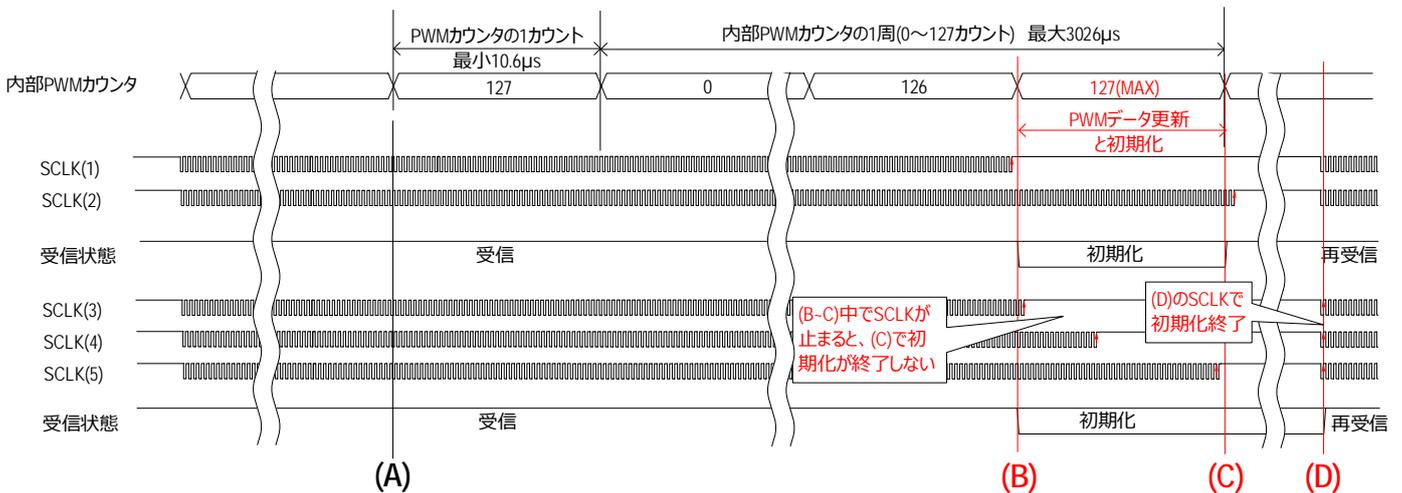

図 4.17 SCLK と PWM カウンタ、PWM カウンタ 127 のタイミングが時間的に遅い例 (2線)
エラッタの発生は、PWMカウンタのタイミングに影響を受けます。図 4-16 および図 4-17 に、エラッタが発生しないタイミング(SCLK(1) - (2)の場合)、エラッタが発生するタイミング(SCLK(3) - (5)の場合)と PWM カウンタの関係を示します。